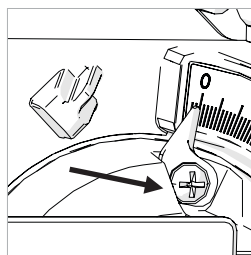

Fig. 24
- Allentare la vite dell'indicatore di smusso tramite un cacciavite Phillips #2. (**Fig. 24**)